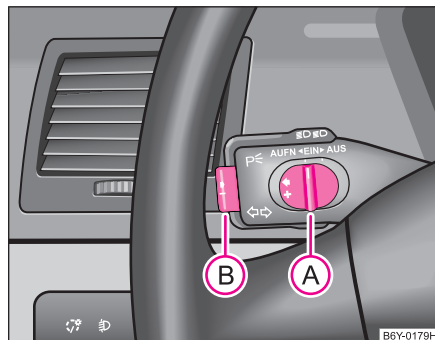

Fig. 95 Palanca de mando: pulsador y conmutador corredizo del sistema regulador de la velocidad
- Desplace el conmutador corredizo (A) ⇒ fig. 95 a la posición **ON**.
- Una vez alcanzada la velocidad a mantener, presionar brevemente el pulsador (B).
- Se puede **aumentar** la velocidad memorizada sin accionar el pedal acelerador empujando el conmutador desplazable (A) ⇒ fig. 95 a la posición **RES**.
- Si suelta el pulsador a una velocidad inferior a 30 km/h, la velocidad no quedará memorizada, la memoria se borrará. La velocidad deberá memorizarse, tras aumentarla a más de 30 km/h, de nuevo con el pulsador **(B)** ⇒ página 115, fig. 95. ■
- También puede desconectar el sistema regulador de la velocidad desplazando el conmutador **(A)** ⇒ página 115, fig. 95 hacia la derecha - a la posición intermedia anterior a la posición **OFF**. A continuación, el conmutador corredizo volverá automáticamente a la posición **ON**.
soltar el pedal de freno, y después de empujar brevemente el conmutador desplazable **(A)** ⇒ página 115, fig. 95 hacia la izquierda hasta el tope a la posición **RES**.
- Desplace el conmutador corredizo **(A)** ⇒ página 115, fig. 95 hacia la derecha hasta el tope a la posición **OFF**. ■